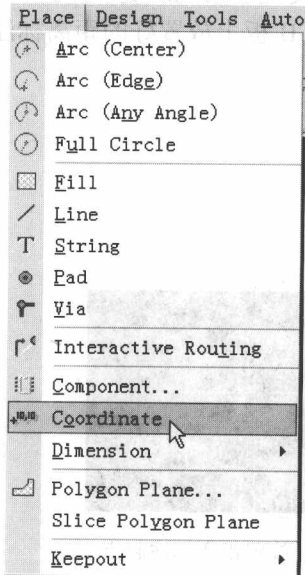

图 4-2 执行放置坐标指示命令
2. 从主菜单中执行放置坐标指示命令 Place/Coordinate，如图 4-2 所示。